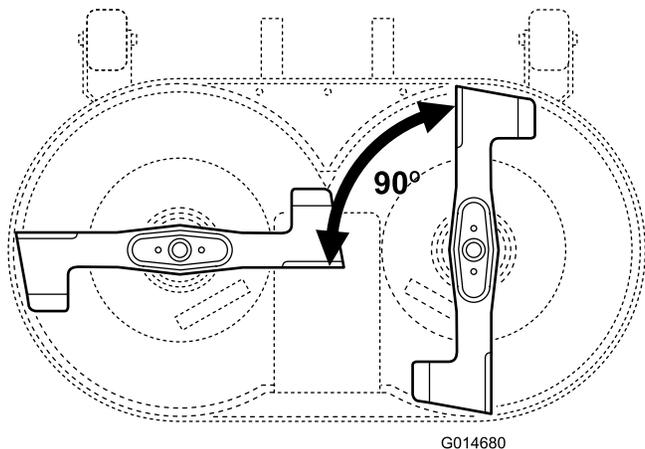

Figura 44
2. Sitúe una cuchilla perpendicular  $90^\circ$  a la otra (Figura 44).